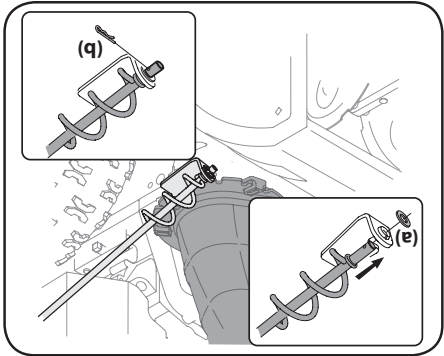

Figure 2-11
1. Retirez le bouchon en plastique (si équipé), rondelle plate (a) et la goupille-épingle (b) de l'extrémité de la manivelle de la goulotte. Voir la Figure 2-11.